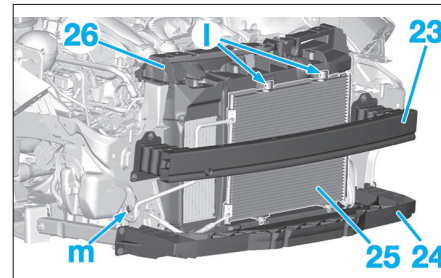

Fig. 78
- Déposer les traverses (23), (24) (Fig.78).